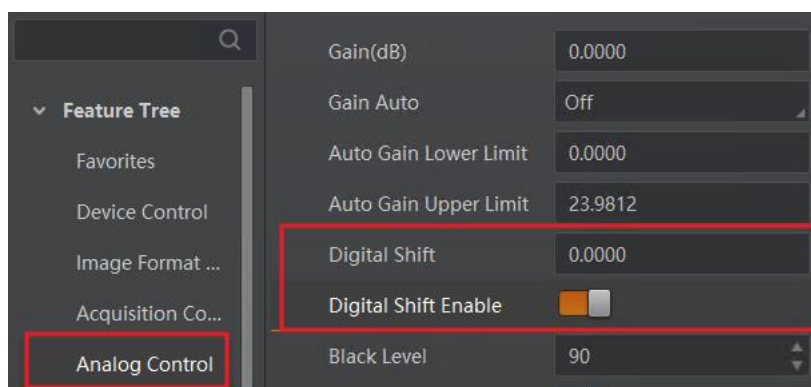

图11-25 数字增益设置
2. 在 *Digital Shift* 参数中输入需要设置的数字，如图 11-25 所示。